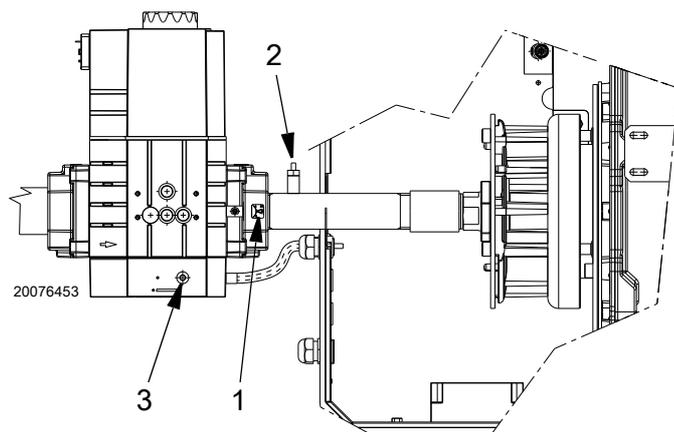

图 162
- 朝“+”标志方向转动螺丝 V1（图 162）。
- 查火焰是否出现，或检查 CO 和 CO₂ 排放值（如果可能），以了解燃烧器是否充分校准（首次最大校准）。如果需要，使用燃气阀螺丝 V2（朝“+”方向转动增大燃气量，朝“-”方向转动减小燃气量）（图 162）。
- 查火焰是否出现，或检查 CO 和 CO₂ 排放值（如果可能），以了解燃烧器是否充分校准（首次最大校准）。如果需要，使用燃气阀螺丝 V1（朝“+”方向转动增大燃气量，朝“-”方向转动减小燃气量）（图 162）。
- 增大燃气供应量及 CO₂ 排放值：朝“+”（图 162）方向转动螺丝 V1；
- 减少燃气供应量及 CO₂ 排放值：朝“-”（图 162）方向转动螺丝 V1；
图例（图 162）